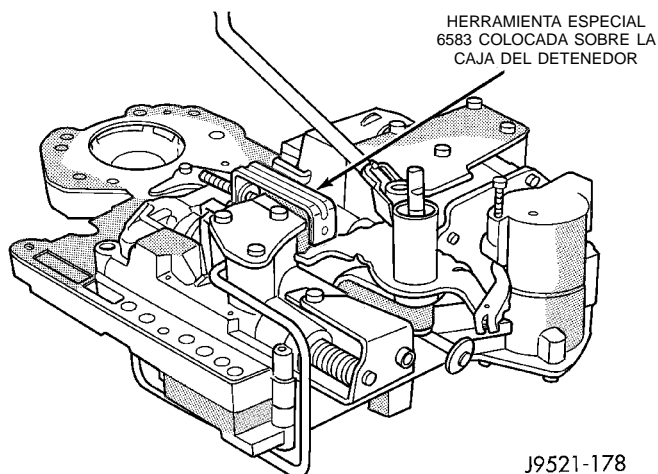

Fig. 92 Muelle de la bola detenedora
(1) Instale la válvula reforzadora, el muelle de válvula, el retén y la placa de cierre. Apriete los tornillos de la placa de cierre con una torsión de 4 N·m (35 lbs. pulg.).
(2) Inserte el muelle del detenedor de la palanca manual en la caja superior.
(3) Coloque la bola detenedora en el extremo del muelle. Luego sostenga la bola detenedora y el muelle en la caja del detenedor con la Herramienta para retenes 6583 (Fig. 92).
(4) Instale la manija de admisión en la caja superior. Después, instale la palanca manual sobre la manija de admisión y la palanca manual en la caja.
(5) Alinee la palanca manual con la bola detenedora y la válvula manual. Sostenga la manija de admisión hacia arriba. Luego presione hacia abajo